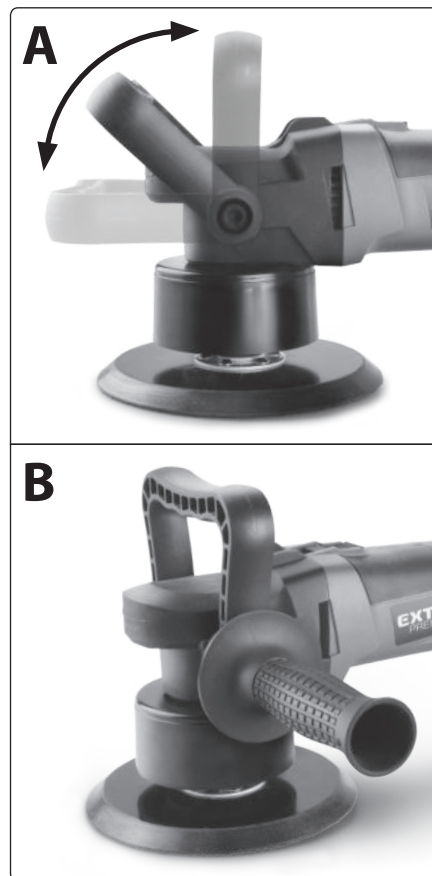
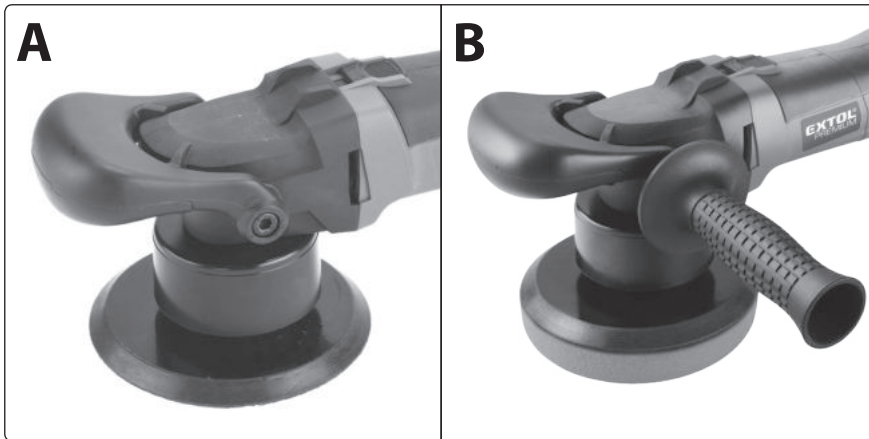

Abb. 7
Abb. 8
- ➔ Der obere Vordergreif in Form des Buchstabens „D“ oder der flache Vordergreif in Kombination mit dem Seitengriff erleichtern das Halten und machen die Arbeit in verschiedenen Lagen beim Polieren/Halten bequemer, z. B. beim Polieren von Fahrzeugseiten, Haube u. ä. - siehe Abb. 7 A, B; und Abb. 8 A, B.
- Aus Sicherheitsgründen und auch wegen einer besseren Handhabung der Poliermaschine befestigen Sie an ihr stets den zusätzlichen Vordergriff, wie auf der Abb. 7 oder Abb. 8 dargestellt. Der Seitengriff muss zu einer sicheren Arbeit mit der Poliermaschine nicht unbedingt installiert werden, sie erhöht jedoch den Komfort beim Polieren, z. B. an den Fahrzeugseiten.
- ➔ Die Bohrung vom Griff in „D“-Form legen Sie auf die Bohrungen in den Seiten der Poliermaschine und drehen Sie den Griff in einer bequeme Haltungslage, Abb. 7 A.
An der Seite kann anstelle der Schraube ein Seitengriff montiert werden, siehe Abb. 7 B. Falls dieser montiert ist, genügt es, dass die Schraube nur auf der gegenüberliegenden Seite angeschraubt wird.
- ➔ Falls der flache Vordergriff installiert wird, setzen Sie die Griffbohrungen zuerst von unten auf die Bohrungen der Poliermaschine und dann rasten Sie den Griff im Vorderteil vom Poliermaschinengehäuse ein (dies erfordert ein gewisses Geschick). An der Seite kann der Seitengriff montiert werden, siehe Abb. 8 B. Falls der Seitengriff montiert ist, muss auf der gegenüberliegenden Seite nur eine Schraube eingeschraubt werden. Falls Sie den Seitengriff nicht montieren wollen, müssen die Schrauben auf beiden Seiten angeschraubt werden.